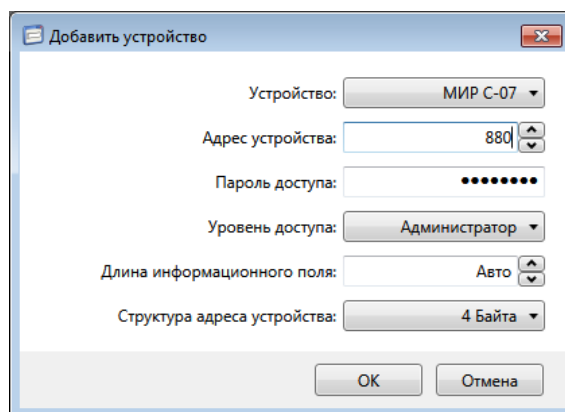

Рисунок 9.7 – Добавление счетчика в канал связи
9.5.5.4 В появившемся окне указать тип устройства, которое требуется подключить, указать адрес устройства, указать уровень доступа *Администратор*, ввести пароль администратора и нажать кнопку *OK* (рисунок 9.7).